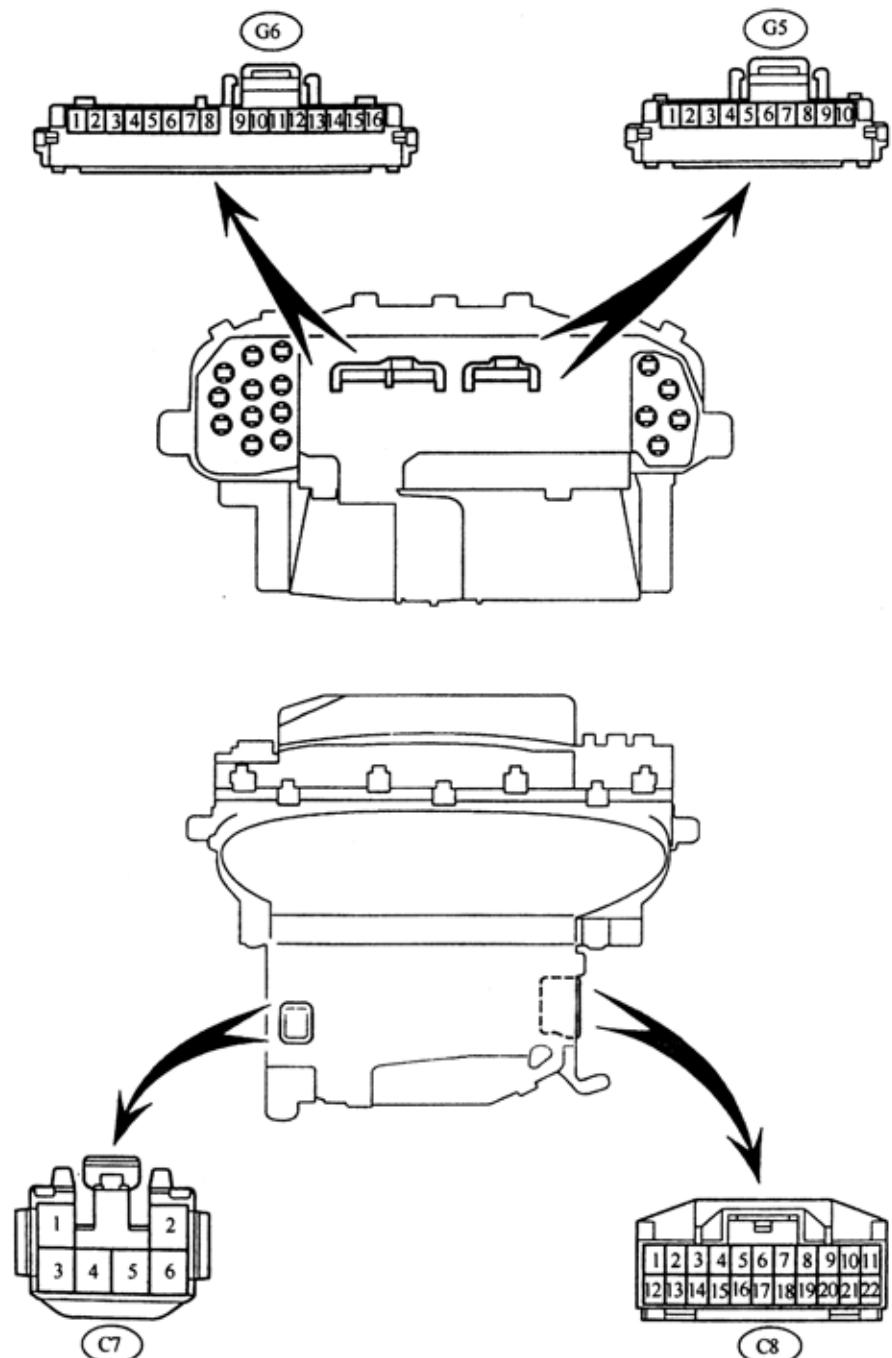

图 9-63
5) 数字仪表 ECU 端子布置 , 如图 9-63 所示。